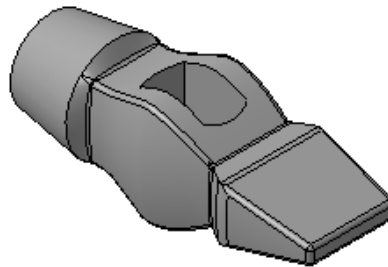

Рис. 11.19. Операция вырезать выдавливанием
18. Выберите команду **Вырезать выдавливанием** . Укажите только что построенный эскиз. Выберите *Два направления* и *Через все*. Задайте дважды *Уклон наружу*, равный 2° . Завершите команду (рис. 11.19).